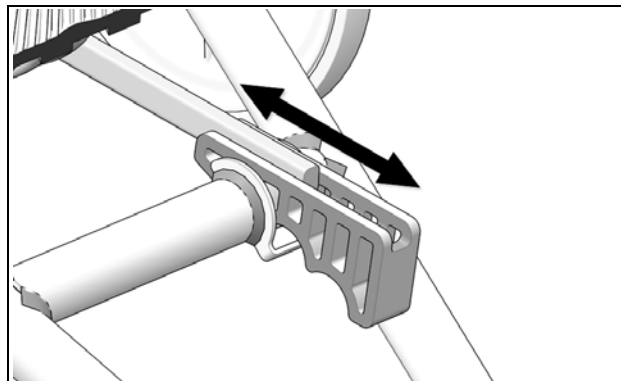

Figure 17
- Positionner la came tendeur au logement de bras de suspension. Glisser la came vers l'avant ou l'arrière pour ajuster la suspension à la fermeté désirée. Voir Figure 17.